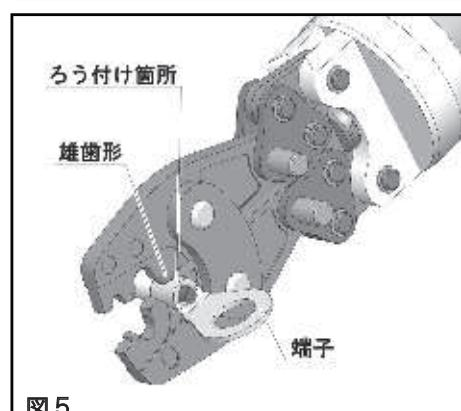

図5
2. 端子またはスリーブは、ろう付け箇所を雄歯形側に合せ、筒部が中心になるように保持しながら作動スイッチを操作（押す）し、軽く固定（仮押え）してください。(図5)
3. 電線を挿入してください。端子および直線重合せ用スリーブ（P）圧着時は筒部端より1mmほど出るまで、直線突合せ用スリーブ（B）圧着時は突き当るまで電線を挿入してください。(図5)